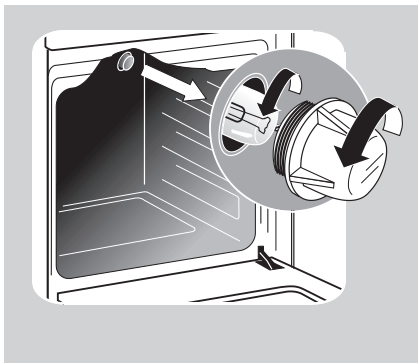

Рис.18
- Отверните стеклянный плафон (рис.18).